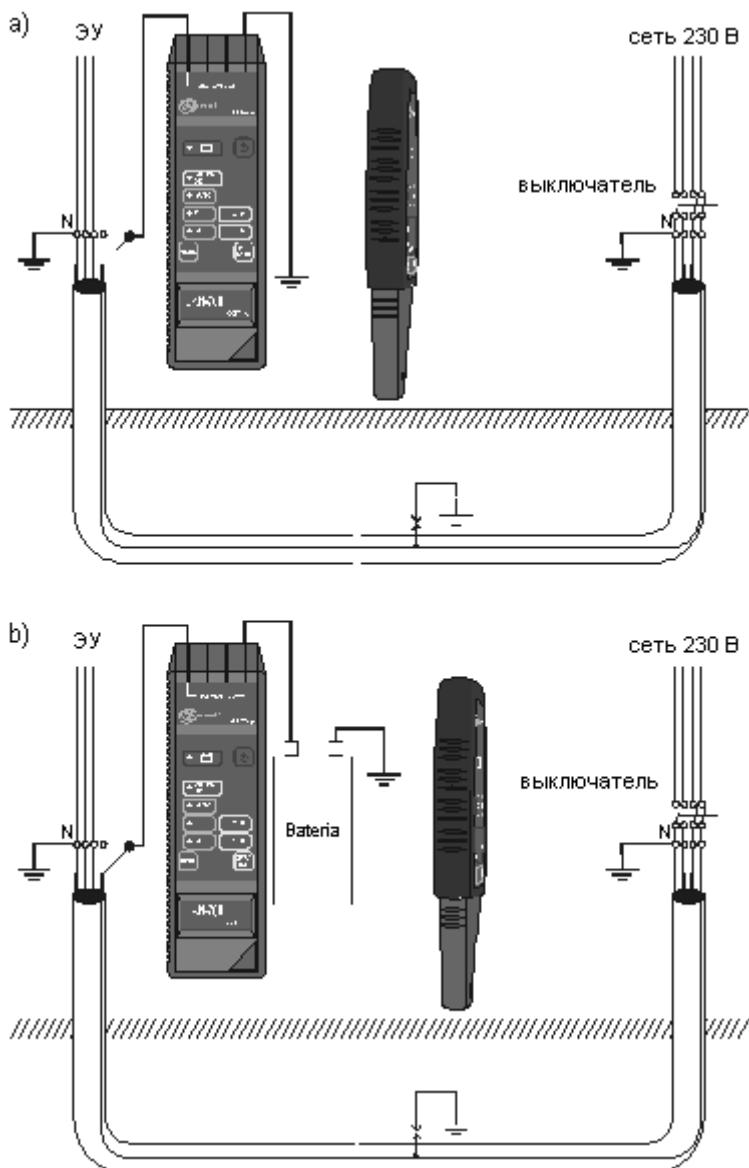

Рис.24 Поиск места пробоя кабеля на землю
- Соединить один из разъемов **1**, **2** генератора к заземлению, другой – к отключенному фазному проводнику (Рис.24.а);
При большом сопротивлении проводника напряжение, создаваемое генератором, может быть недостаточным для необходимой величины тока: 10 мА, 20 мА или 40 мА (диод **9** «OUTPUT OK» не светится). Нужно между генератором и одним из проводов включить дополнительный источник питания с достаточно высоким напряжением (Рис.24.б) и изменить режим работы генератора на «токовый» «M». В схеме с рис. 24., а можно также применить «силовой» режим «E», помня об установлении режима работы приемника «токовый» «M».